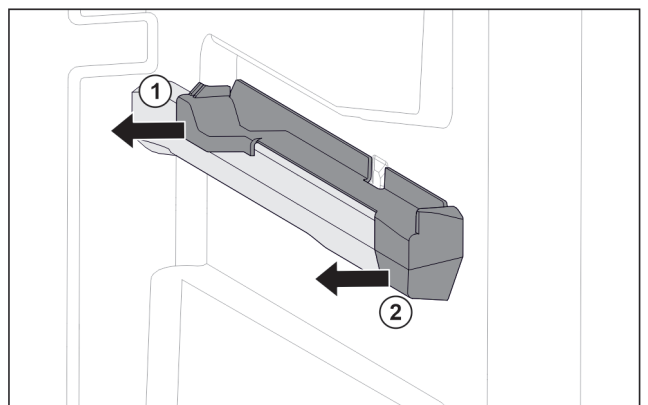

Fig. 51 Наставка върху дясното ребро на съда
- ▶ Изтеглете наставката отзад настрани. Fig. 51 (1)
- ▶ Изтеглете наставката отпред настрани. Fig. 51 (2)